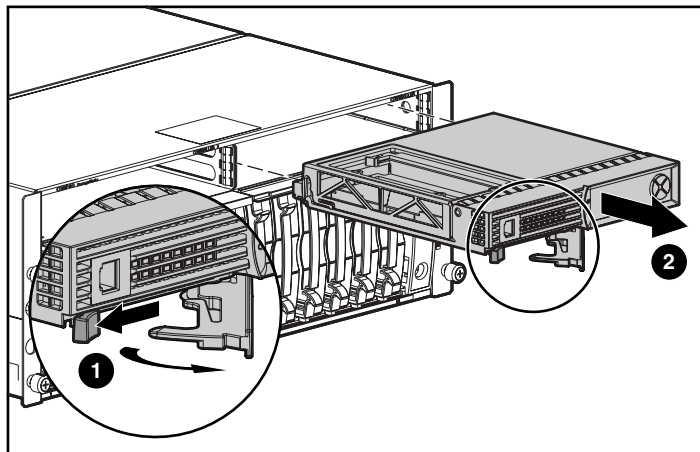

Figure 3 : Retrait du contrôleur MSA1000 d'un MSA1000
1. Appuyez sur le loquet du contrôleur et tirez la poignée du loquet vers vous ❶.
2. Retirez le contrôleur MSA1000 en le tirant horizontalement hors du châssis ❷, comme l'illustre la Figure 3.